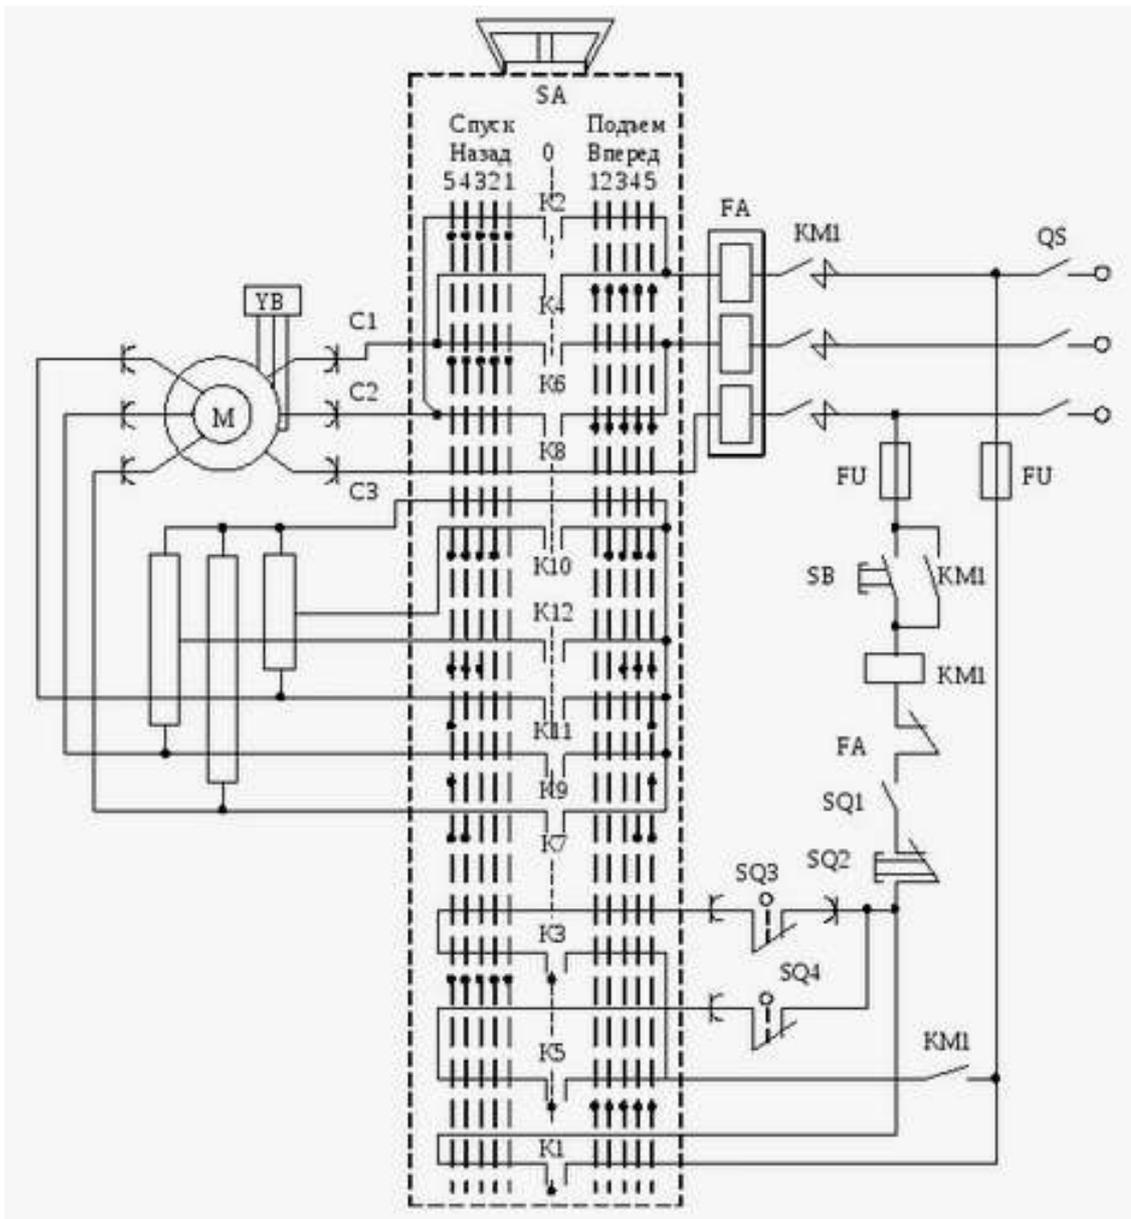

Рисунок 1. Схема управления крановым асинхронным двигателем с кулачковым контроллером
Задание:изучить работу схемы контроллерного управления механизмами мостового крана, приведенную на рис. 1.
Контроллер, схема которого приведена на рис. 1, имеет симметричную схему включения; четыре его контакта предназначены для переключений в статорной цепи, пять — в роторной.
1. Изучите схему, приведенную на рис. 1.